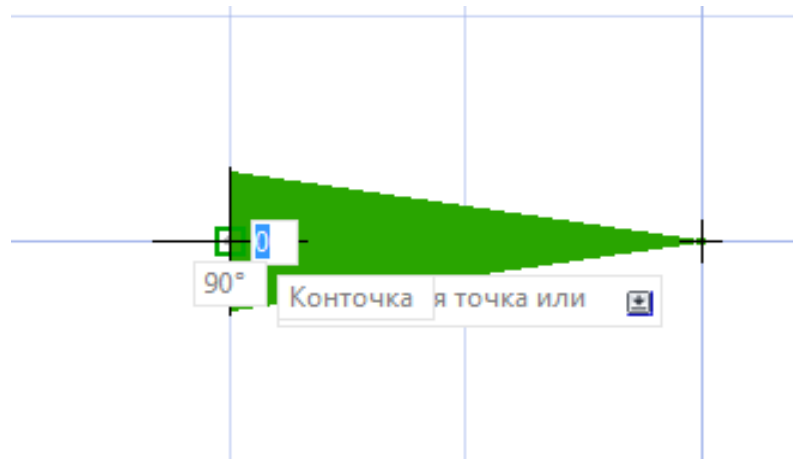

Рисунок 9.1
– КЛК в точке (40,70) (рис. 9.1).